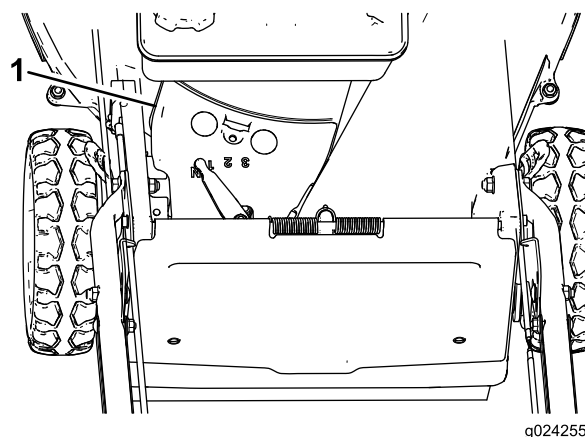

Рисунок 29
3. Снимите крышку ремня (Рисунок 29) с корпуса газонокосилки.